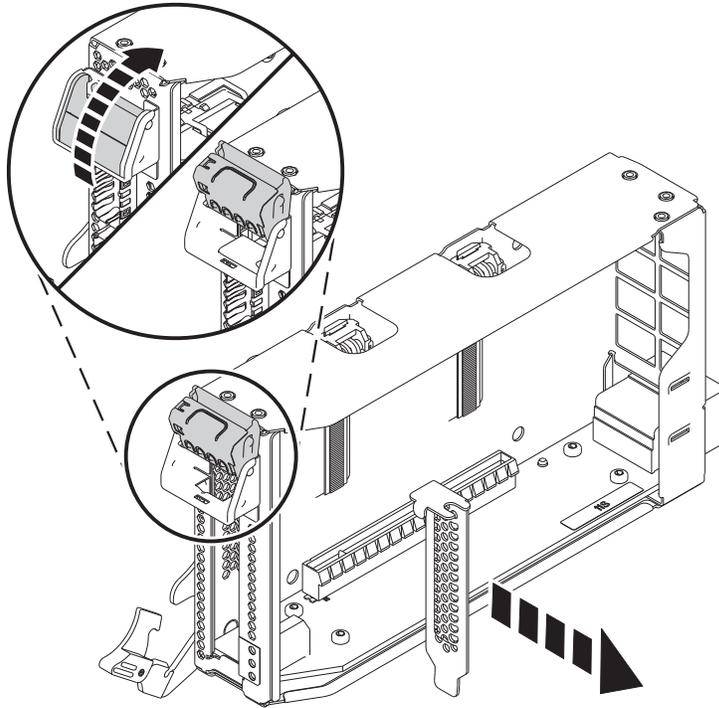

Figura 5. Remover o preenchimento do adaptador PCIe da cassetagem do adaptador
- c. Para desbloquear o contraponto do preenchimento, rode o trinco que está localizado na extremidade do contraponto da cassete como é mostrado na Figura 5 na página 6.
- d. Remova o contraponto do preenchimento da cassete, como é mostrado na Figura 5 na página 6.